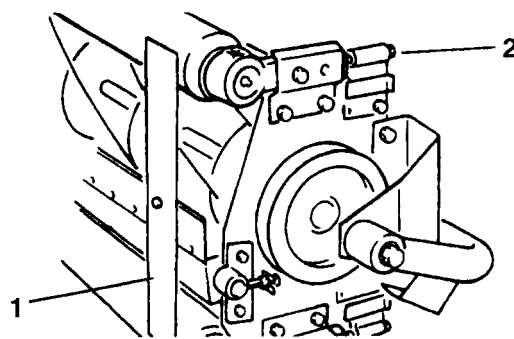

Fig. 43
1. På målestangen indstilles skruehovedet i den ønskede klippehøjde (Fig. 43). Dette mål er fra stangens forside til undersiden af skruehovedet. Målestangen (Toro del-nr. 138199) kan fås hos den lokale Toro forhandler.